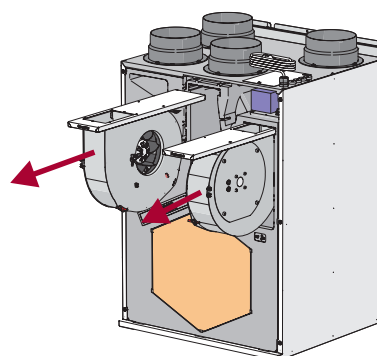

Afbeelding 6.6.8 Smarty 3X P / 4X P
**OPMERKING.** Voordat u de stappen in Afbeelding 6.6.8, uitvoert, moeten de stappen in Afbeelding 6.3.2 en Afbeelding 6.5.4 (1-3) worden uitgevoerd.
- Bij het verwijderen van de demper moeten de stappen in *Afbeelding 6.3.1 (1-3)*, *Afbeelding 6.5.1* of *Afbeelding 6.5.2 (1-3)*, *Afbeelding 6.6.7 (1-3)* worden uitgevoerd voor Smarty 2X P, en stappen in *Afbeelding 6.3.2*, *Afbeelding 6.5.3* of *Afbeelding 6.5.4 (1-3)*, *Afbeelding 6.6.8 (1-2)* voor Smarty 3-4X P.